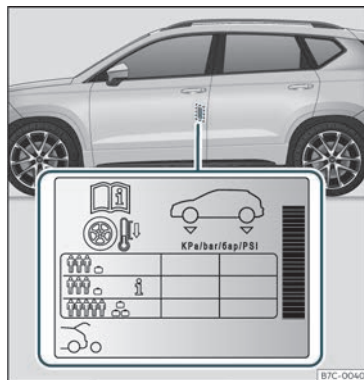

Fig. 264 Ubicació de l'adhesiu de la pressió d'inflament dels pneumàtics.
- Adapteu la pressió dels pneumàtics a la càrrega que porta el vehicle »» **fig. 264.**
Els valors de la pressió d'inflament s'indiquen a l'etiqueta adhesiva situada a la zona posterior del marc de la porta davantera esquerra »» **fig. 264.**
En funció del vehicle, es pot adaptar la pressió d'inflament dels pneumàtics a mitja càrrega per augmentar el confort de marxa (pressió d'inflament **i** »» **fig. 264**). Quan se circula amb la pressió d'inflament de confort, es pot incrementar lleugerament el consum de combustible.
rà carregat al màxim, heu d'augmentar la pressió d'inflament al valor màxim de càrrega indicat a l'etiqueta adhesiva »» **fig. 264.**
En el cas d'una roda d'emergència minimitzada (125/70 R18), infleu-la a 4,2 bar de pressió segons s'indica a l'etiqueta de pressió dels pneumàtics »» **fig. 264.**
- El conductor és responsable que tots els pneumàtics del vehicle estiguin inflats a la pressió correcta. La pressió d'inflament recomanada s'indica en un adhesiu »» **fig. 264.**
- Amb els pneumàtics en fred, s'ha de mantenir sempre la pressió indicada a l'adhesiu »» **fig. 264.**